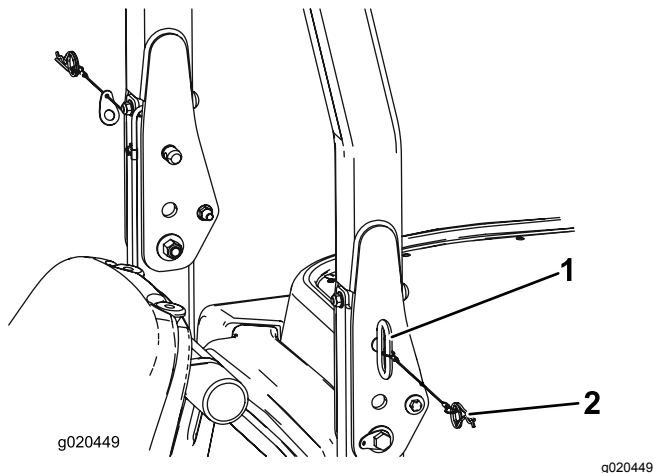

Figura 55
1. Per abbassare il roll bar rimuovete le coppie e le due spine (Figura 55).